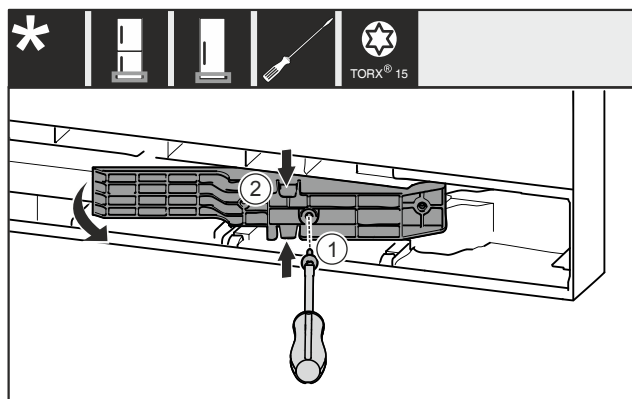

Fig. 20 *
- ▶ Извлеките винт Fig. 20 (1)*
- ▶ Слегка сожмите деталь адаптера Fig. 20 (2) сверху и снизу и извлеките ее.*